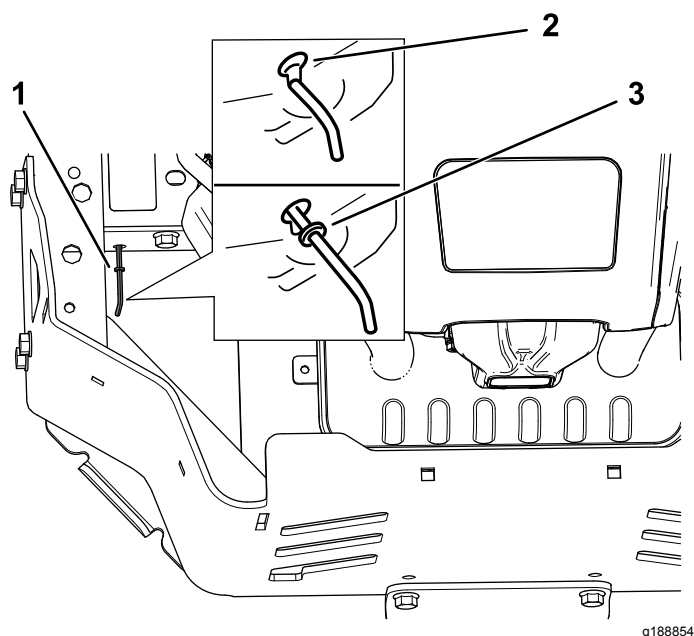

Figura 39
4. Spostate in avanti le leve di bypass attraverso il foro della chiavetta, quindi verso il basso per bloccarle in posizione (Figura 39).
Spostatate indietro le leve di bypass attraverso il foro della chiavetta, quindi verso il basso per bloccarle in posizione, come illustrato nella Figura 39.